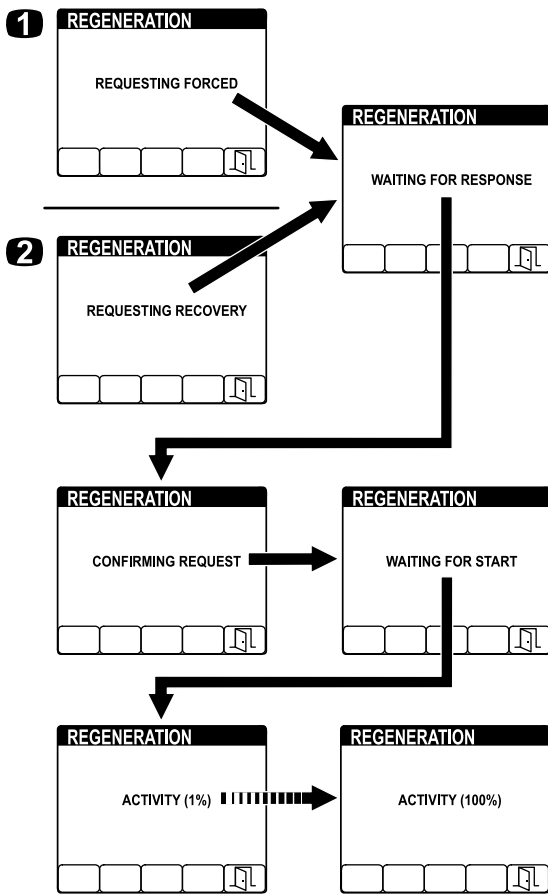

Figura 69
4. El InfoCenter muestra una serie de pantallas (Figura 69) a medida que se procesa la regeneración: